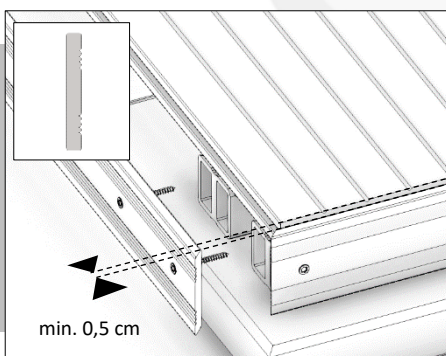

FIG. 11
- U kunt ook gebruik maken van composiet afdeklatten. Deze kunnen na het monteren van de terrasdelen gemonteerd worden (Fig. 11). Houd te allen tijde rekening met de werking van de terrasdelen door ruimte over te houden tussen de afdeklatten en de terrasdelen (Fig. 11).
- Een andere optie is om de zijkanten af te werken met composiet afdeklatten. In dit geval is het belangrijk dat er minimaal 0,5 cm ruimte tussen de terrasdelen en de afdeklatten zit i.v.m. werking van de terrasdelen (Fig. 11).